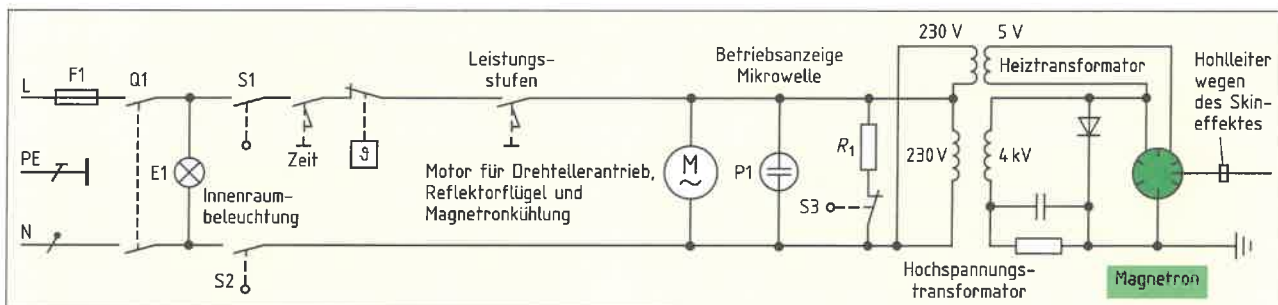

Bild 2: Stromlaufplan Mikrowellenherd
8. a) Welche Schalter (Bild 2) dienen zur sicheren Abschaltung des Mikrowellenherdes beim Öffnen der Tür und
9. Nach dem Einschalten des Mikrowellenherdes leuchtet die Innenraumbeleuchtung und der Drehteller rotiert. Es entsteht jedoch keine Wärme. Welche elektrischen Betriebsmittel (Bild 2) kommen für diesen Fehler infrage?